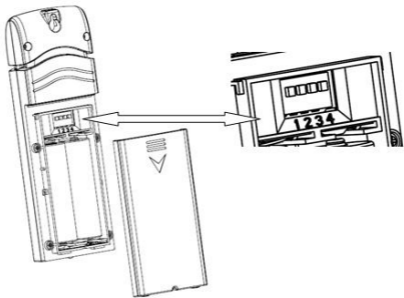

Abbildung 3: Batterieinstallation
1. Entfernen Sie die Batteriefachabdeckung auf der Rückseite des/der Sender(s), indem Sie die Batteriefachabdeckung nach unten schieben, wie in Abbildung 3. beschrieben.
Temperatureinheiten: Um die Anzeigeeinheiten des Senders für die Temperaturmessung ($^{\circ}\text{F}$ vs. $^{\circ}\text{C}$) zu ändern, wechseln Sie den Dip-Schalter 4, wie in Abbildung 3. beschrieben.